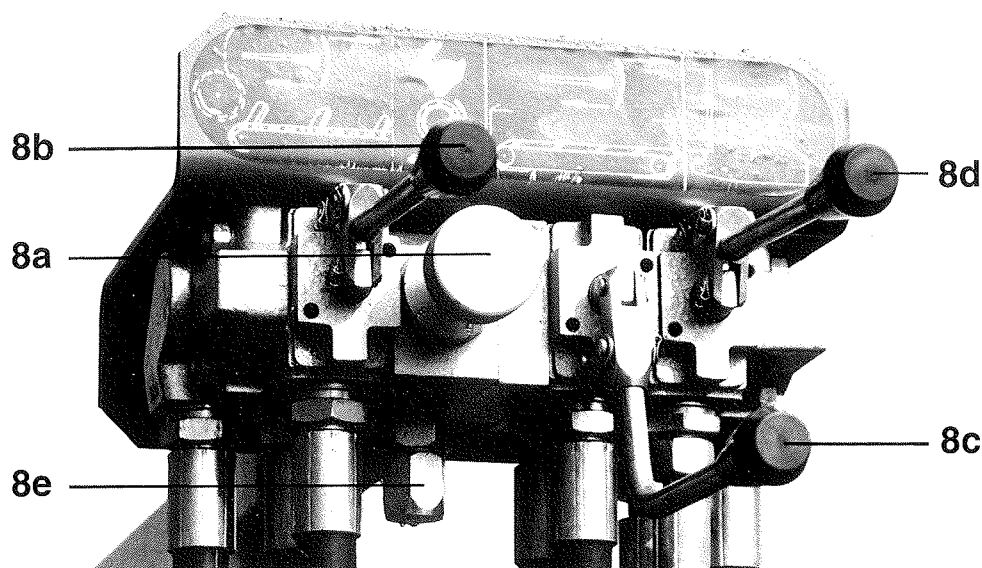

Abbildung 8: Steuerblock
1. Erklärung Bedienpult (Abb. 8)